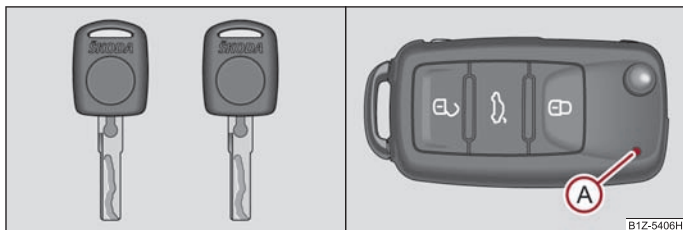
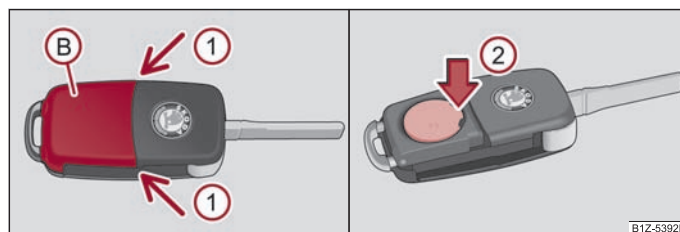

Fig. 21 Set di chiavi senza telecomando / Set di chiavi con chiave con comando a distanza
Fig. 22 Chiave con comando a distanza - rimozione del coperchio / rimozione della batteria
Con la vettura vengono consegnate due chiavi. A seconda dell'equipaggiamento, la vettura può essere dotata di chiavi senza telecomando ⇒ fig. 21 lato sinistro o di telecomando\* ⇒ fig. 21 lato destro.
Ogni chiave a distanza è provvista di una batteria alloggiata sotto il coperchio (B) ⇒ fig. 22. Quando la batteria è scarica, premendo un tasto del telecomando, la spia di controllo rossa (A) non lampeggia ⇒ fig. 21. Sostituire la batteria come segue:
- Premere con cautela il coperchio della batteria in corrispondenza delle frecce ① ⇒ fig. 22.
- Togliere la batteria scarica dalla chiave premendo verso il basso la batteria in corrispondenza della freccia ② ⇒ fig. 22.